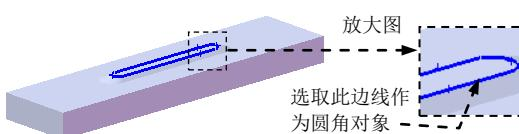

图 17.10.32 定义圆角 1 参照
(3) 选择引导线。本例中使用系统默认的引导线。
(4) 单击“放样”对话框中的 按钮，完成放样 1 的创建。
Step7. 创建圆角 1。要圆角的对象为图 17.10.32 所示的边线，圆角半径值为 10.0。